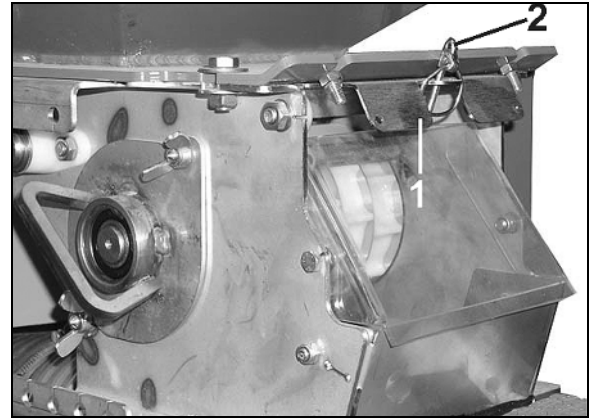

Fig. 70
1. Den Klappstecker (Fig. 70/2) entfernen (nur erforderlich zum Verschließen des gefüllten Saatgutbehälters mit dem Schieber (Fig. 70/1)).
Alle Schieber (Fig. 70/1) öffnen und mit Klappsteckern (Fig. 70/2) sichern.